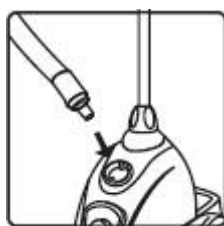
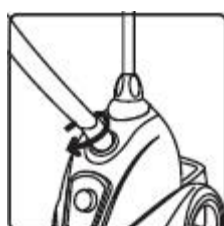

Fig.8
fig.9
1. Vissez le tuyau jusqu'au bout dans la base en appuyant en même temps. (fig.8 & fig.9)